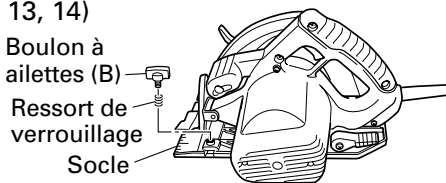

Fig. 13
3. Réglage du guide (garde de refente) (Fig. 13, 14)